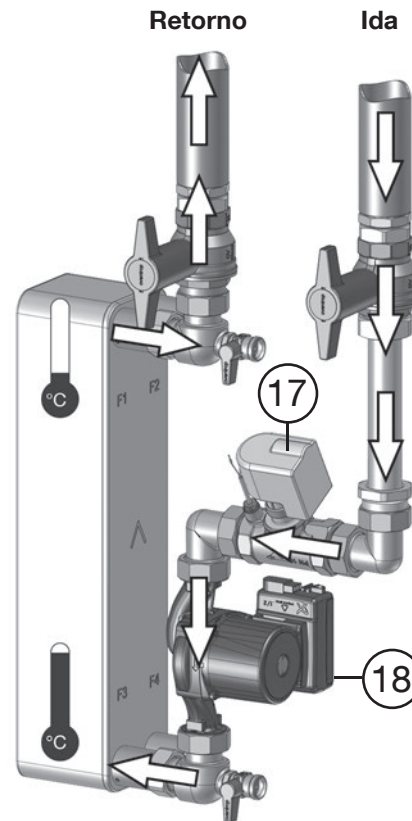
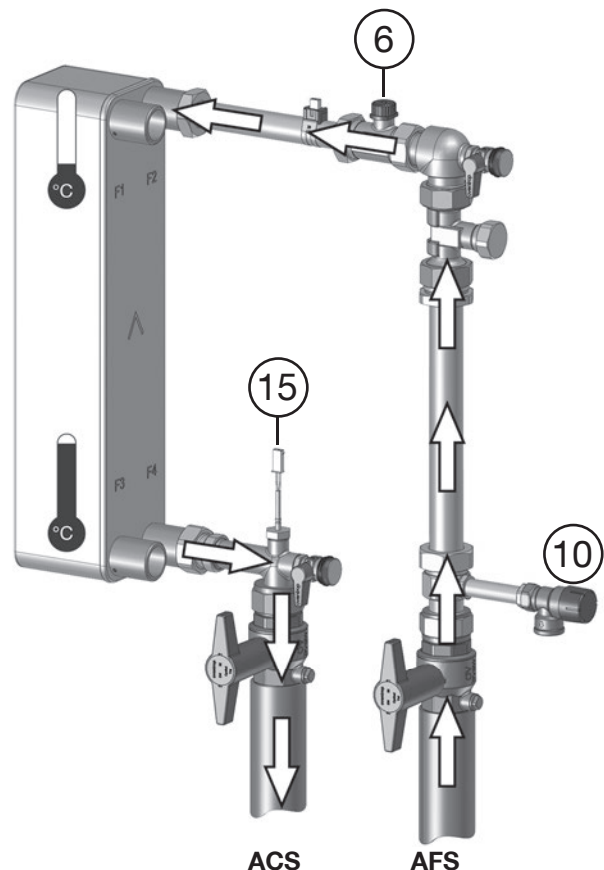

fig. 3.2: Lado del circuito del acumulador con ida desde y retorno al acumulador
fig. 3.3: Lado del agua potable con ida de agua caliente sanitaria (ACS) y conexión de agua fría (AFS)
Con una temperatura del agua potable de 60 °C y una temperatura en el acumulador de 80 °C, la capacidad de descarga de ACS puede variar entre 1 y 80 l/min. El suministro de ACS está regulado por el controlador (fig. 3.1 en la página 9, pos. 1) que ajusta la bomba (fig. 3.2, pos. 18) a una velocidad (variable) para alimentar con agua de calefacción del acumulador conectado al intercambiador de calor según los requisitos. Basándose en el caudal y la temperatura actual (del agua potable) detectada por los sensores 6 y 15 (fig. 3.3), el controlador calcula la velocidad de bomba necesaria para conseguir la temperatura requerida de agua potable y acciona la válvula de aguja si fuera necesario (ver más abajo).
La estación permite un suministro de calor de acuerdo con los requisitos, incluso con un consumo de agua potable muy bajo. La capacidad mínima de suministro de la bomba (18) se reduce aún más por la válvula de aguja (fig. 3.2, pos. 17) integrada en el circuito del acumulador. La válvula se cierra a partir de una capacidad de descarga de aprox. 20 l/min.